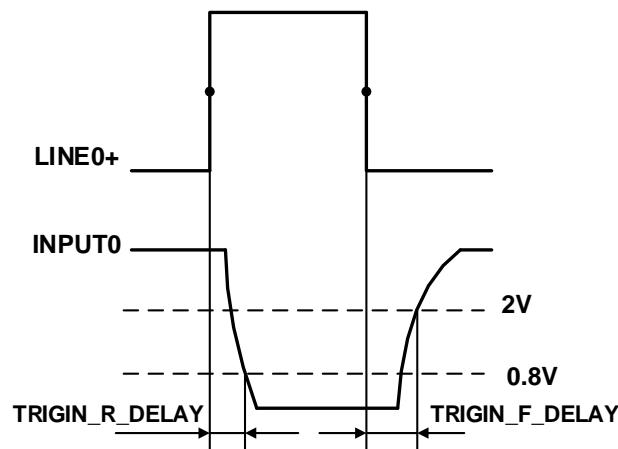

图 7-4 光耦隔离输入电路参数
- 上升沿延时时间 : <50μs(0°C~45°C) , 参数说明见图 7-4
- 下降沿延时时间 : <50μs(0°C~45°C) , 参数说明见图 7-4
- 输入上升沿延时： $<2\mu s$  ( $0^{\circ}C \sim 45^{\circ}C$ )，参数说明见图 7-4
- 输入下降沿延时： $<2\mu s$  ( $0^{\circ}C \sim 45^{\circ}C$ )，参数说明见图 7-4